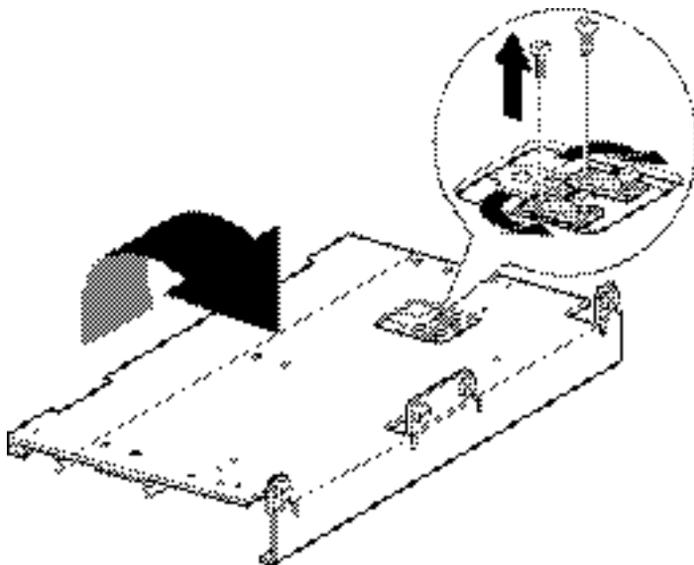

Figura 2–12. Apertura di accesso alle staffe del blocco cinghia
5. Capovolgere l'unità PTM di base e rimuovere la cinghia di trasmissione dal carrello elevatore, dalla rampa tendicinghia e dalla puleggia folle (vedere la Figura 2–2).